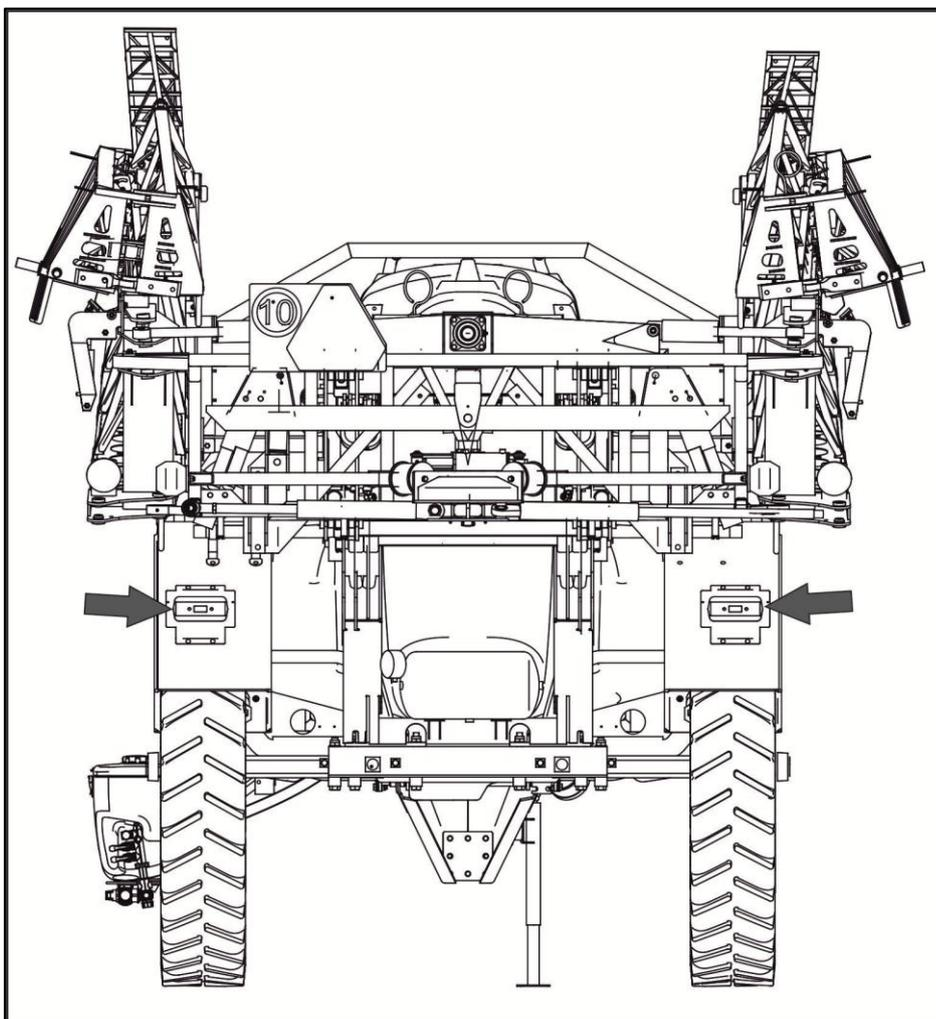

Рисунок 3.15 – Задние фонари
- фонари задние (рисунок 3.15);